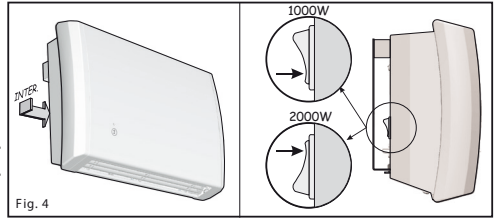

Fig. 4
- Avant d'accrocher l'appareil sur le dossier, il est possible de sélectionner la puissance de fonctionnement de l'appareil (1000W ou 2000W) en agissant sur l'interrupteur placé à l'arrière de l'appareil (Fig. 4).